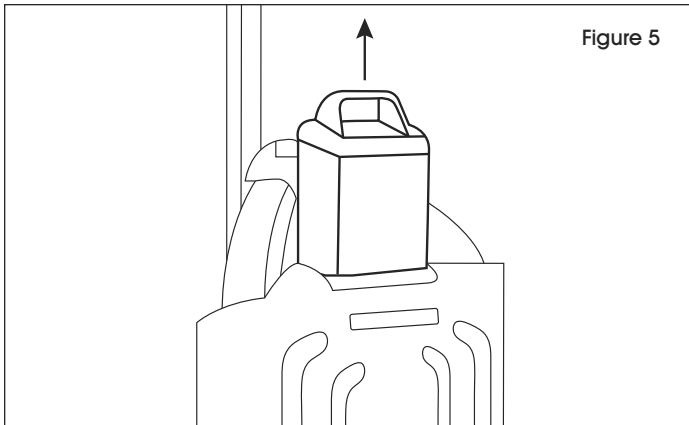

Figure 5
REMARQUE : Lorsqu'un voyant vert et un voyant rouge sont allumés, le chargement est en cours. Lorsque deux voyants rouges sont allumés, le chargement est terminé. La figure 5 montre la vue de dessus des broches de contact de la base du chargeur. Assurez-vous de brancher la batterie en conséquence. Si la batterie n'est pas complètement chargée après plus de cinq heures, contactez le service clientèle de Uline.
1. Retirez la batterie du véhicule. (Voir Figure 5)